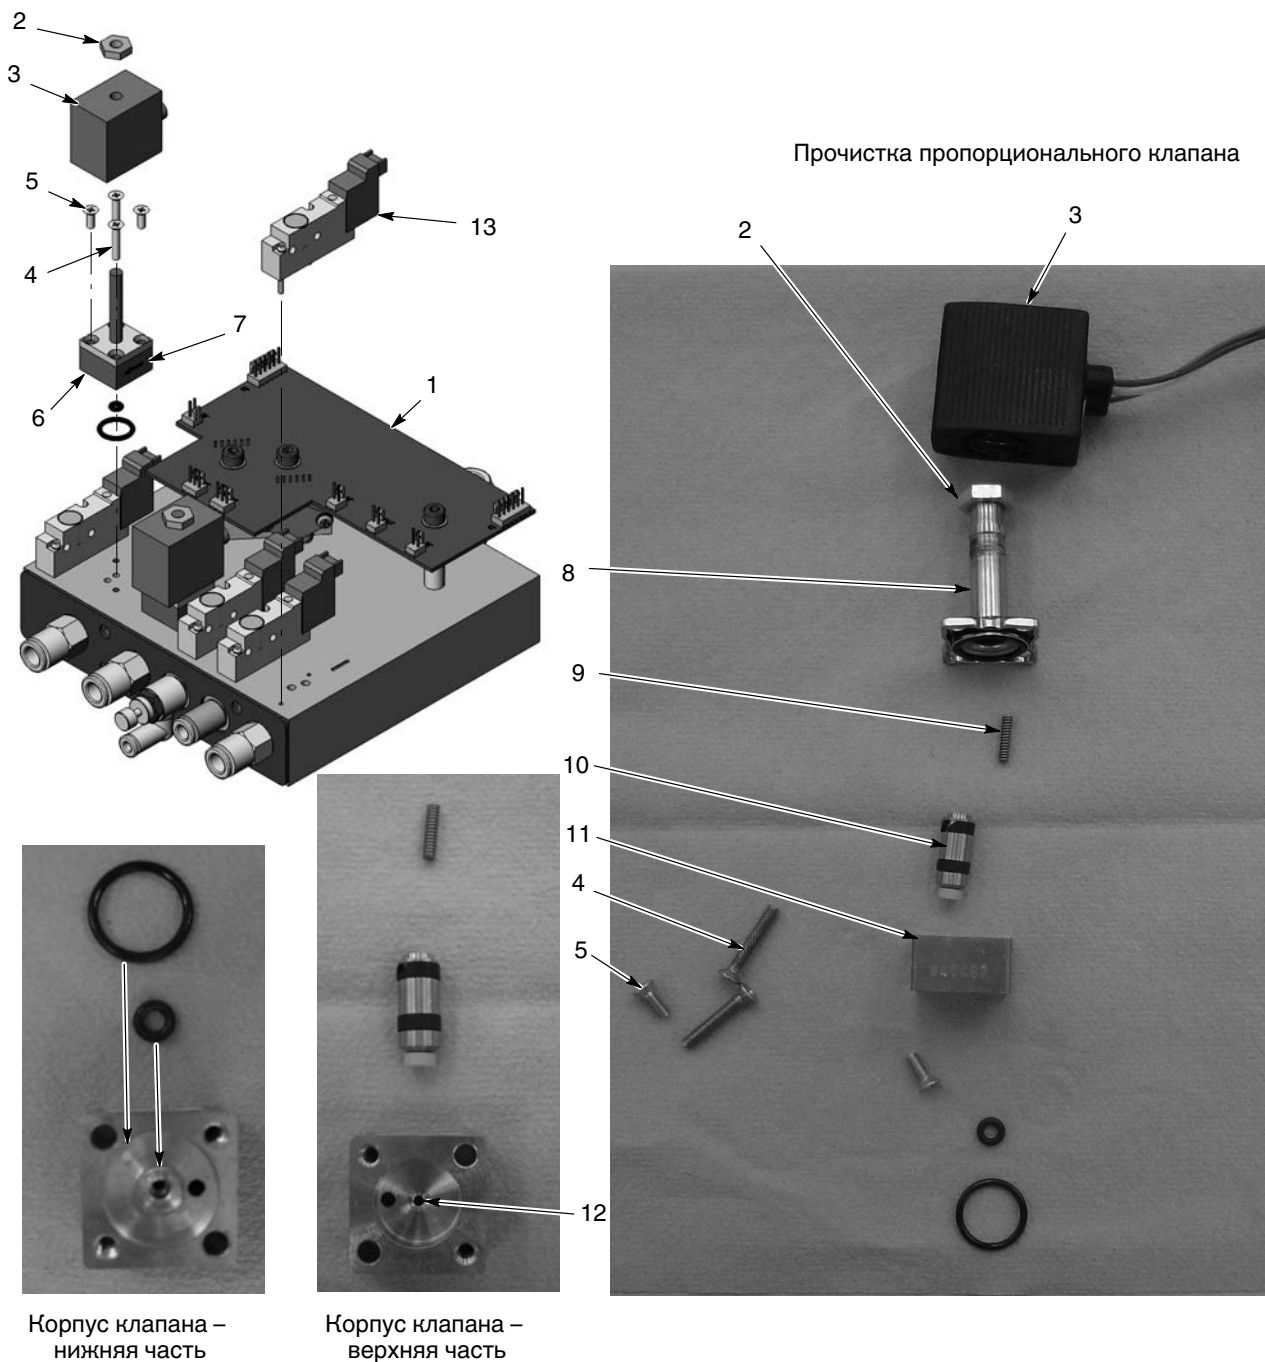

Рис. 6-14 Ремонт модуля iFlow – замена электромагнитного клапана и прочистка или замена пропорционального клапана
См. рис. 6-14. Для снятия электромагнитных клапанов (13) необходимо вывернуть два винта из корпуса клапана и снять клапан с коллектора.
См. рис. 6-14. Подача загрязненного воздуха может привести к неполадкам в работе пропорционального клапана (6). При разборке и очистке клапана руководствоваться следующими инструкциями.
1. Отсоединить проводку катушки (3) от печатной платы (1).
См. рис. 6-14. Если после прочистки пропорционального клапана проблемы с подачей не прекращаются, заменить клапан. Перед установкой нового клапана снять защитную крышку с нижней части корпуса клапана. Проследить, чтобы уплотнительные кольца не остались под крышкой.